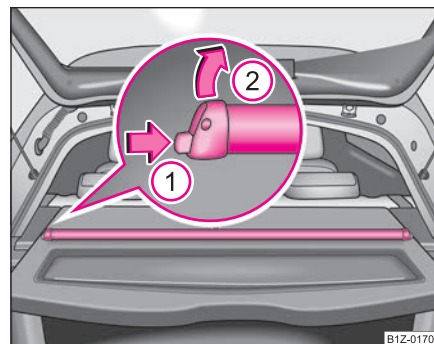

Fig. 54 Demontarea ruloului parasolar
- Apăsați siguranța în sensul săgeții ① și scoateți parasolarul în sensul săgeții ② ⇒ pagina 73, fig. 54. ■